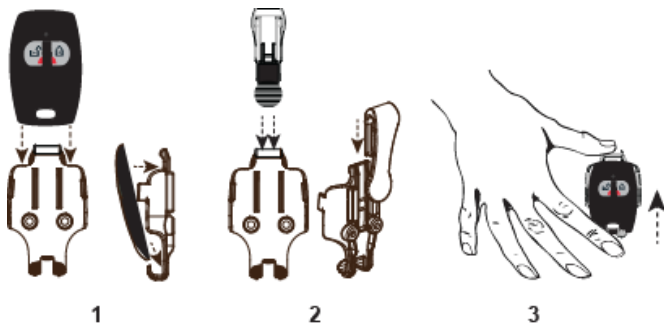

Abbildung 2: Befestigen des PB-101/102 am Gürtelclip
3. Zum Entfernen des PB-101/102 von der Halterung oben auf die Halterung drücken und den Notrufsender wie auf Abb. 2 dargestellt mit den Fingern nach oben schieben.